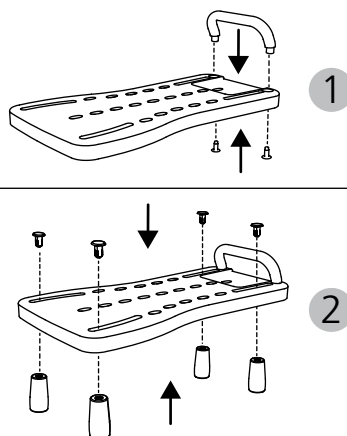

fig. 2
2. Montare la maniglia in modo da avere l'impugnatura sul lato superiore dell'asse, orientata nella direzione dell'asse. La vite in plastica viene inserita dal basso. Avvitare saldamente la maniglia alle due viti (fig. 2, 1).
3. Per montare i perni di fissaggio, inserire dall'alto una vite in plastica in ciascuna delle apposite fessure. I perni di fissaggio si posizionano sulle viti dal basso e a seguire si stringono (fig. 2, 2)